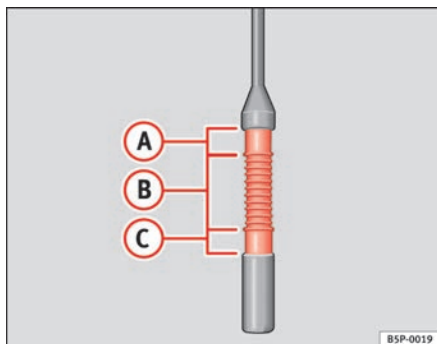

Fig. 165 Varilla de medición del nivel de aceite.
- A continuación, vuelva a extraerla y compruebe el nivel de aceite ⇒ fig. 165. En caso necesario, reponga aceite del motor.